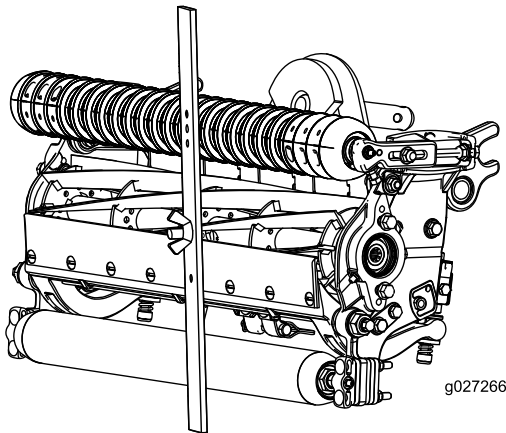

図 17
3. ゲージバーのねじの頭を下刃の先端に引っかけ、バーの後端を後ローラに当てがう図 17。
4. バーの前端がローラに当たるように、調整ねじで調整する図 17。ローラ全体が下刃と平行になるように、ローラの両側を均等に調節する。